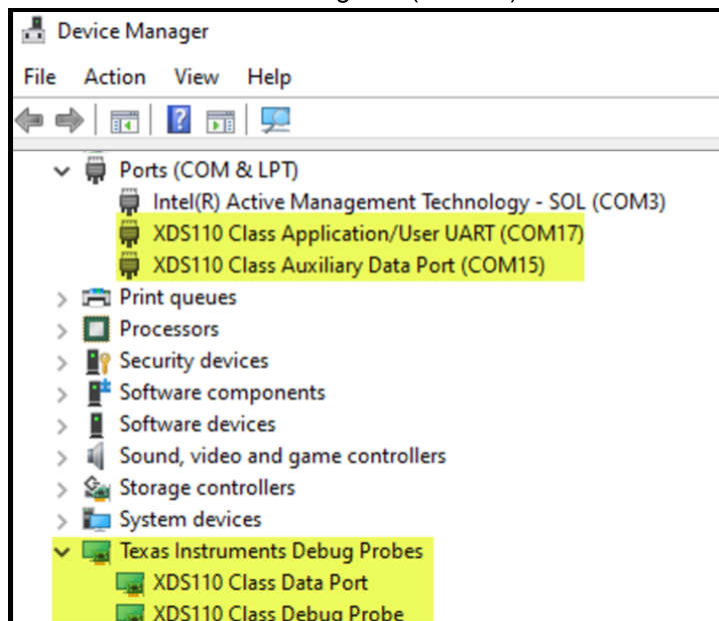

图 7-1. Microsoft® Windows® 10 设备管理器显示成功检测到 XDS110 调试探针
5. **出现在设备管理器中：**为了让 JTAG 调试探针与 PC 通信，需要安装驱动程序文件。这通常与安装 Code Composer Studio (CCS) 同时发生。要验证驱动程序是否已成功安装，请将 PC 连接到 JTAG 调试探针并开机。然后转至“Control Panel”→“Device Manager”（图 7-1）并找到相关的调试探针。